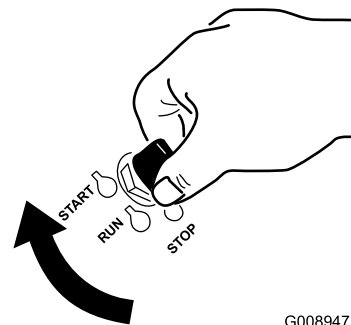

図 14
1. 始動キーを Start 位置に回す 図 14。エンジンが始動したら、キーから手を離す。